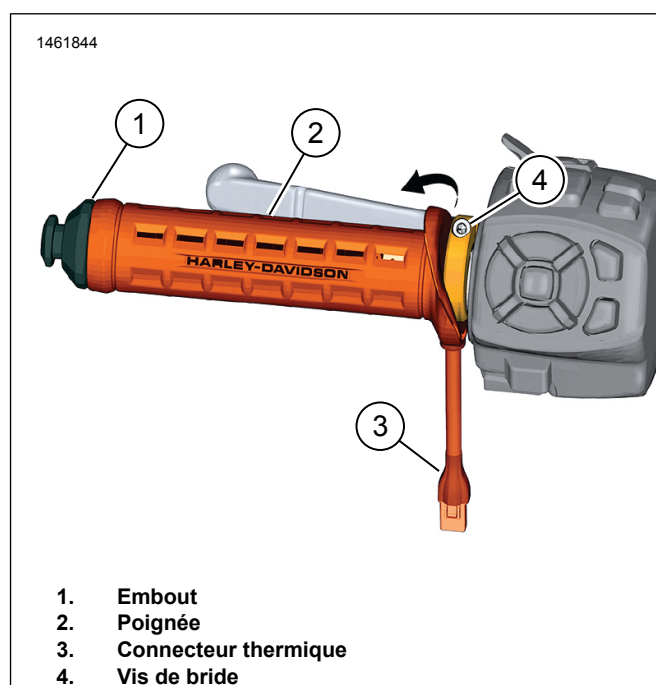
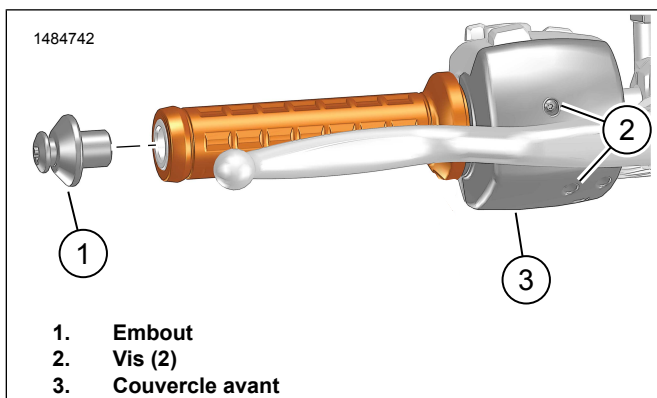

Figure 2. Poignée gauche (typique)
Figure 4. Couvercle avant (côté droit représenté)
1. Voir la figure 2. Retirer l'embout de poignée (1).
2. Voir la figure 2. Retirer la poignée (2).
- a. Desserrer la vis de blocage (4).
- b. Voir la figure 4. Retirer le couvercle avant (3).
2. Voir la figure 4. Retirer le couvercle avant (3).
1. Voir la figure 2. Installer la poignée.
- a. Placer la poignée (2) en position.
- b. Serrer la vis de blocage (4).
3. Voir la figure 4. Connecter la poignée chauffante.
- b. Voir la figure 4. Mettre le couvercle avant (3) en place.
- c. Serrer les vis (2). 0,6–0,9 N·m (5–8 in-lbs)
2. Voir la figure 2. Installer l'embout de poignée (1). Serrer.
4. Voir la figure 4. Mettre le couvercle avant (3) en place.
5. Serrer les vis (2).